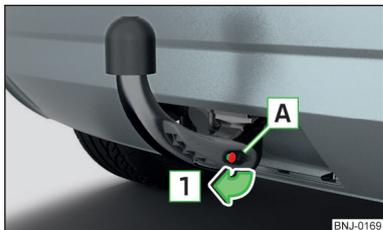

Abb. 137
- Die Kappe **A** vom Schloss in Pfeilrichtung **1** » Abb. 137 abnehmen.